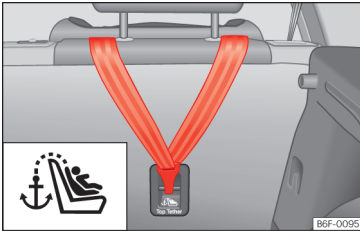

Abb. 37 Rückseite der Rücksitzbank: Halteösen für den Top Tether Haltegurt.
Kindersitze mit dem Top Tether-System sind mit einem Gurt für dessen Befestigung am Verankerungspunkt des Fahrzeugs ausgestattet. Dieser Verankerungspunkt befindet sich im hinteren Teil der Rückenlehne des Rücksitzes (mit dem Symbol  gekennzeichnet) und bietet einen besseren Rückhalt »» (Abb. 37).
- Den Haltegurt verschieben und ordnungsgemäß an der Verankerung des hinteren Teils der Rückenlehne befestigen »» (Abb. 37).